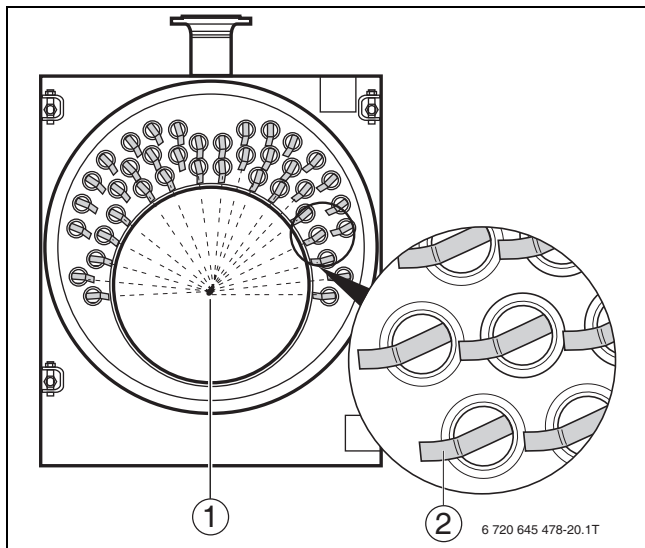

Рис. 45 Установка турбулизаторов
- Устанавливайте турбулизаторы так, чтобы все концы (→ рис. 45, [2]) были направлены к середине камеры сгорания.